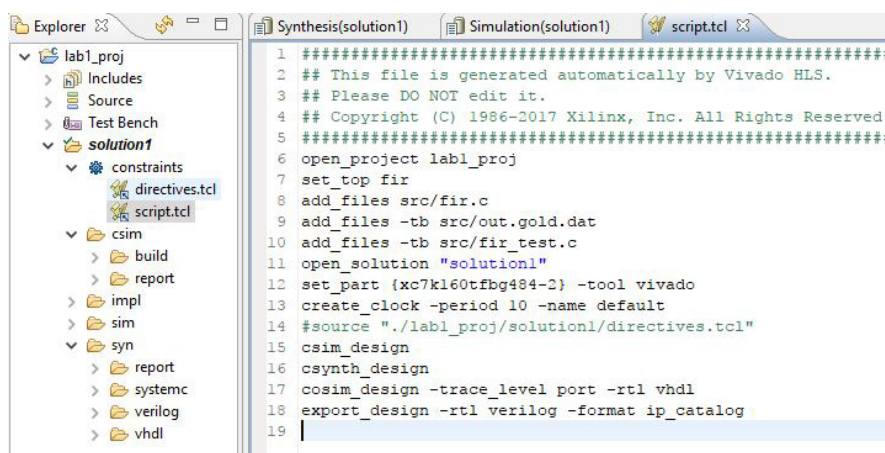

Abbildung 14: TCL Script
- Im Vivado HLS Projekt aus Lab1 öffnen Sie in der solution1 unter constraints das Skript `script.tcl`, wie in Abbildung 14 gezeigt. Sie sehen darin die TCL-Kommandos, die den Schritten entsprechen, die wir in Lab1 durchgeführt haben. Es empfiehlt sich gerade für das Aufsetzen des Projekts, also die Kommandos bis Zeile 13, ein TCL-Skript zu benutzen. Die Kommandos sollten selbst-erklärend sein und sind im User Guide zu Vivado HLS erläutert ([1]). Das Skript `directives.tcl` ist noch leer, da wir in Lab1 keine Direktiven verwendet haben.